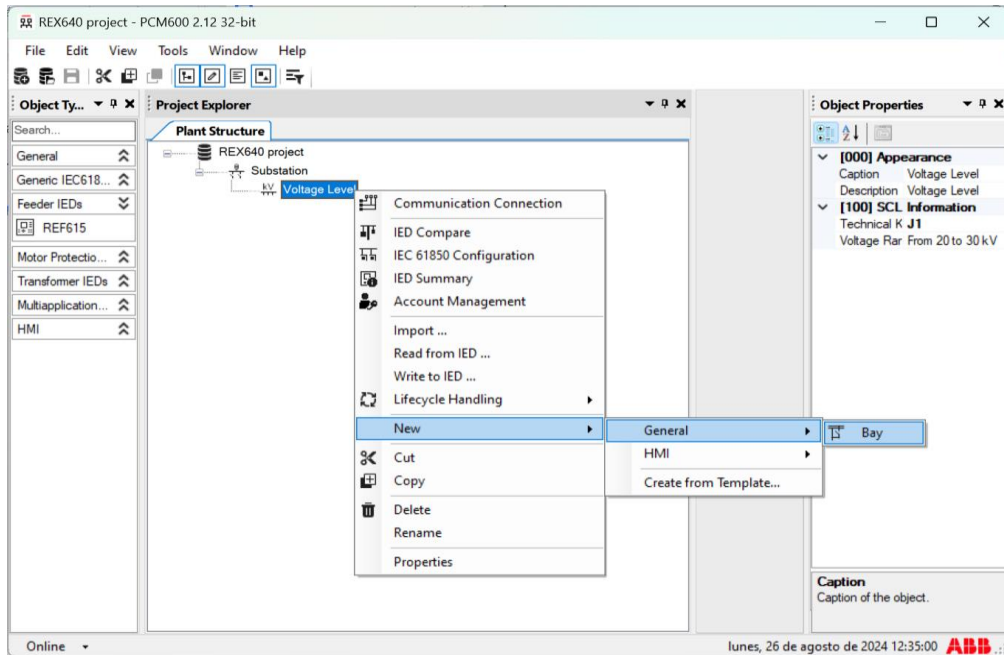

Imagen 21_Creación de bahía en PCM600.
1.6 También añadiremos una bahía donde colocaremos nuestra protección como se observa en la **Imagen 21**.